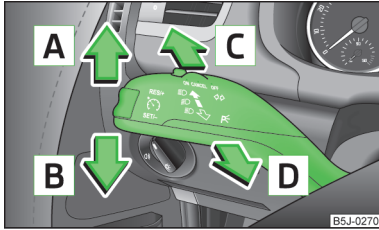

Fig. 25
► Tire de la palanca del intermitente  fig. 25 de la página 48 hacia el volante y, al mismo tiempo, desplácela hacia abajo y manténgala en esta posición.
► Tire de la palanca del intermitente  fig. 25 de la página 48 hacia el volante y, al mismo tiempo, desplácela hacia arriba y manténgala en esta posición.
Posiciones de la palanca de mando » fig. 25.
- Presione la palanca de mando » fig. 25 de la página 48 hacia arriba o hacia abajo; se conectará la luz de posición en el lado derecho o izquierdo del vehículo, respectivamente.